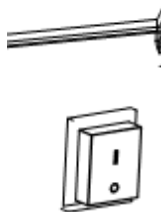

Figura 2
- Colocar o interruptor de rede na posição I e verificar corretamente. (Figura 2)